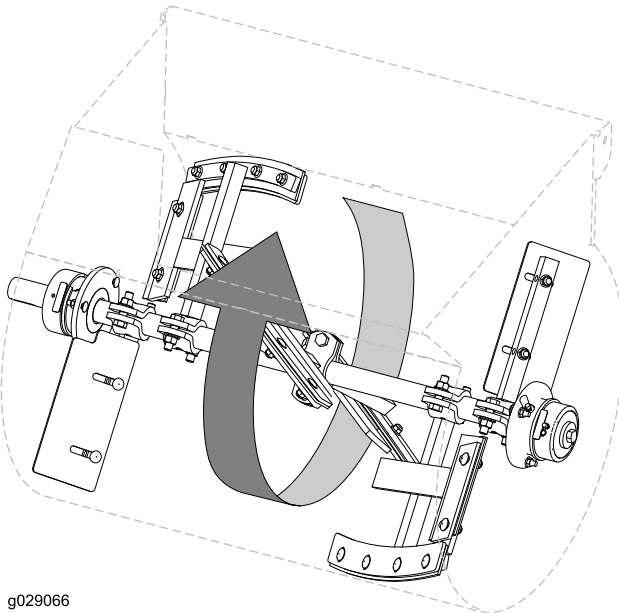

Figure 44
1. Faites tourner la pale de la rangée de pales gauche dans la cuve et localisez dans la cuve la plus petite distance entre la paroi et le racloir de la pale (**Figure 44**).